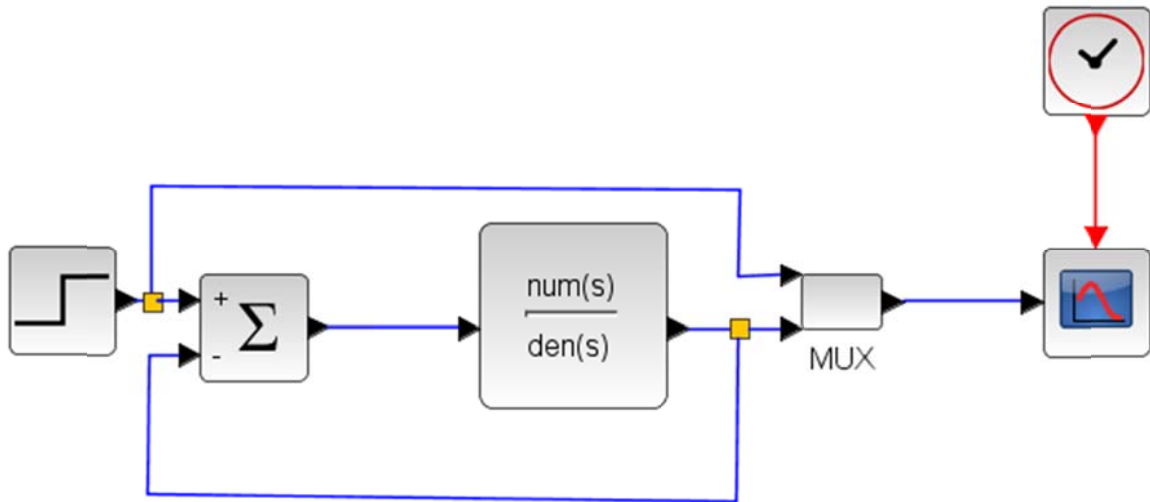

Fig. 5 : Schéma XCOS d'un système en BF
- Boucler le système du premier ordre étudié dans la partie « Système en boucle ouverte ». De façon à boucler le système, il est impératif de rajouter un comparateur. Le schéma réalisé sous XCOS doit ressembler à celui de la Fig.5.